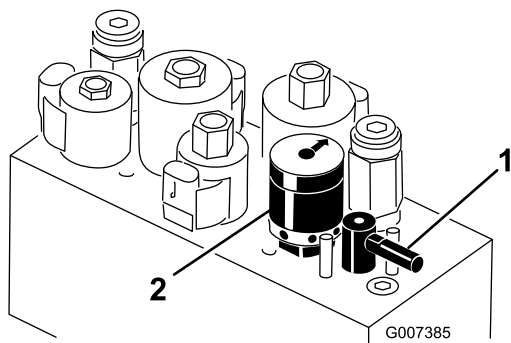

Figura 56
4. Rode a alavanca de retificação para a posição R (Figura 56).
5. Rode o controlo da velocidade dos cilindros para a posição 1 (Figura 56).